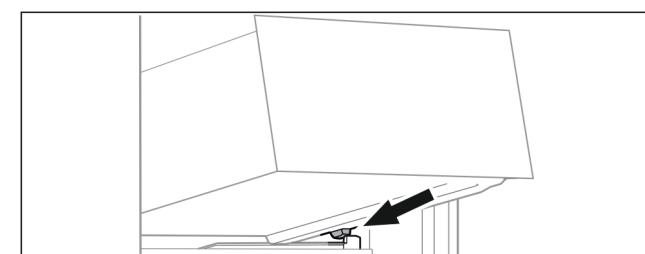

Fig. 95
- 将抽屉斜放在容器肋梁上的止动器后面。(参见 Fig. 95)